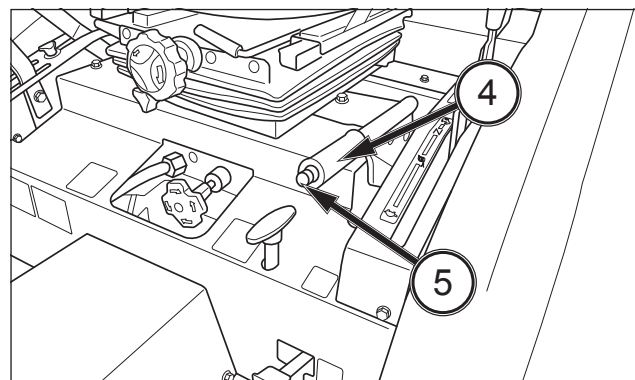

FIG. 49
FIG. 49 : le frein de stationnement agit sur les roues arrière du tracteur. Pour serrer les freins de stationnement, relevez le levier de stationnement (4) pour bloquer les freins dans la position choisie.